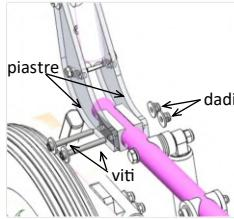

fig. 8.1: Reg.profond. parte posteriore
- Regolazione profondità parte posteriore (fig. 8.1):